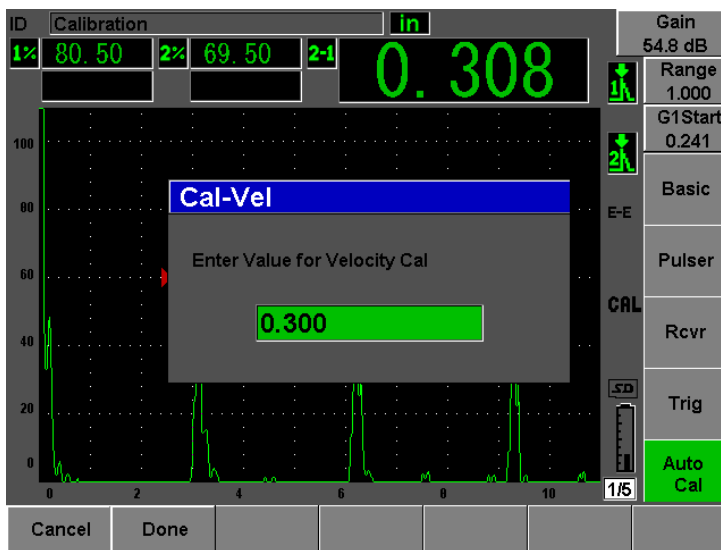

図 10-15 音速校正の板厚値を入力
- 値が安定したら、“自動校正：Auto Cal”>“校正音速：Cal-Vel”を選択します。画面がフリーズし、“校正音速：Cal-Vel”ダイアログボックスが現れます（180 ページ図 10-15 参照）。